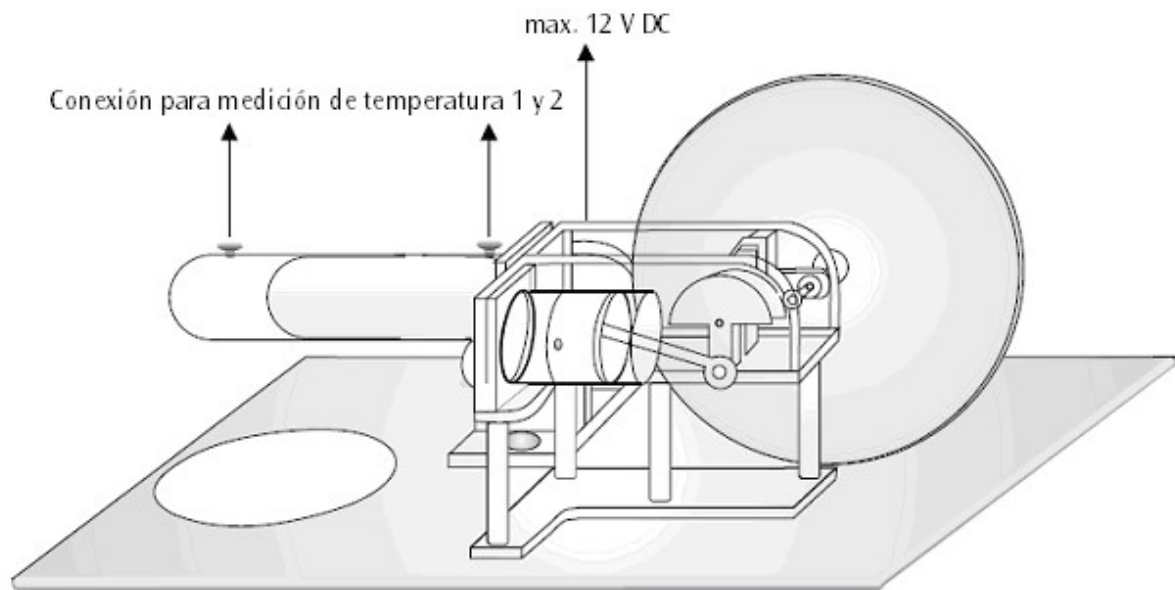

Fig. 3 El motor Stirling como bomba térmica o máquina frigorífica
- Los sensores de temperatura se colocan en los manguitos de medida de temperatura y se conectan con un aparato de medida de temperatura (ver fig. 3).